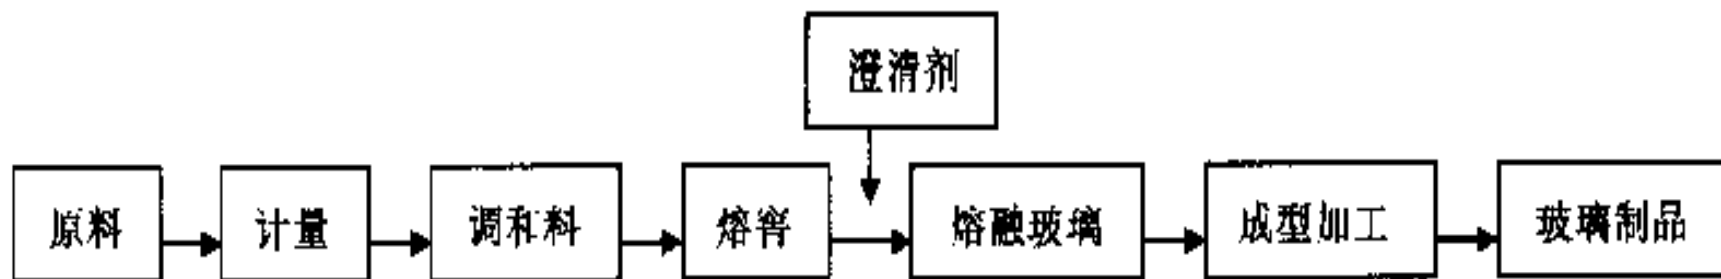

图9-2 玻璃制品制造工艺过程
- 玻璃的成型工艺视制品的种类而异，但其过程基本上可分为配料、熔化和成型三个阶段，一般采用连续性的工艺过程，如图9-2所示。